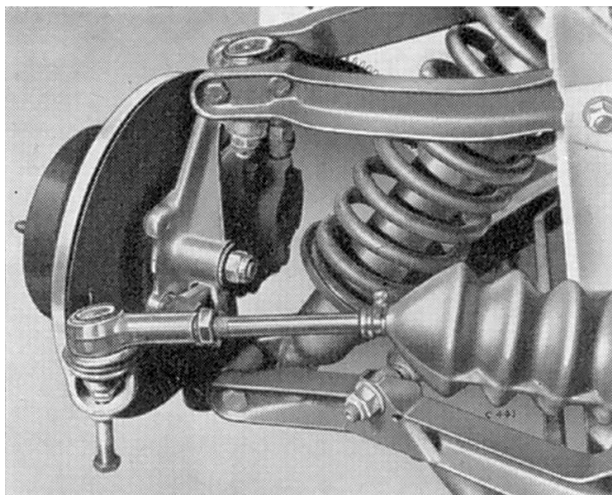
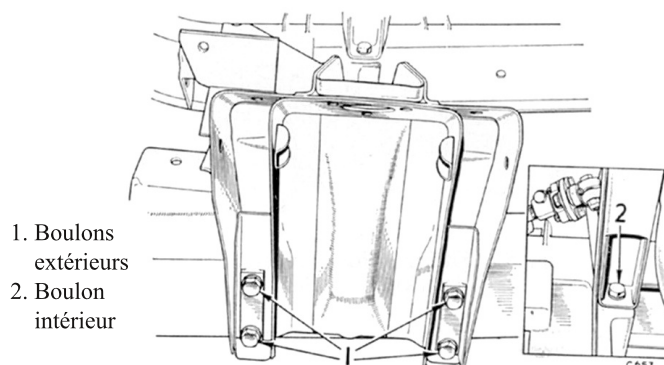

Fig. 3. Utilisation de l'extracteur S.160 pour détacher l'extrémité de la barre d'accouplement de direction
Fig. 4. Points d'attache du faux-châssis
6. Enlever l'écrou nylstop, la rondelle ordinaire et, en utilisant un extracteur (Fig. 3), détacher l'extrémité de la barre d'accouplement de direction.
7. Noter le nombre et la position des cales (31) entre le châssis et les attaches de pivotement avant et arrière du triangle inférieur (32). Enlever l'écrou nylstop (29) et la rondelle (30) fixant chaque attache de pivotement au châssis.
8. Enlever 4 boulons (1) Fig. 4, les rondelles Grower et ordinaires et les plaques de la face extérieure du faux-châssis, ainsi qu'un boulon (2), une rondelle Grower et ordinaire fixant l'extrémité intérieure du faux-châssis au châssis.